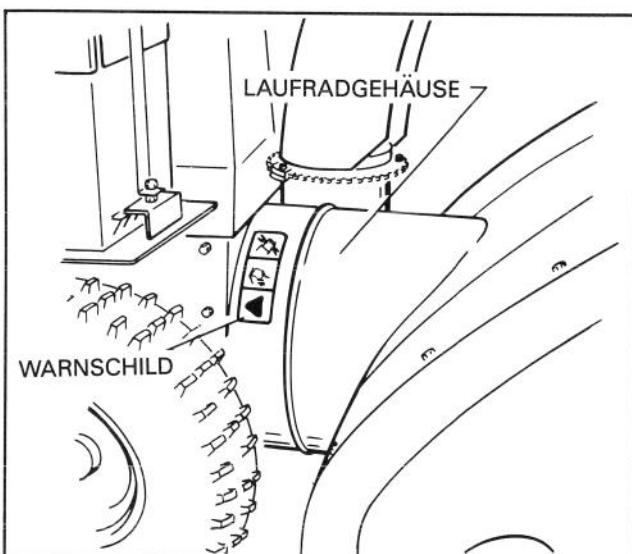

Abbildung 15
28. Alle losen Drähte mit Binderriemen befestigen (Abb. 15). Das Warnschild auf dem Laufradgehäuse anbringen.